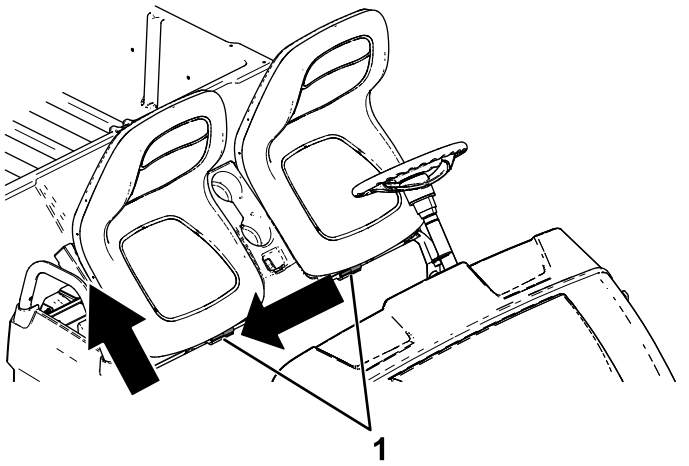

Figure 2
2. Faites coulisser l'ensemble sièges sur le côté pour le dégager des goupilles, et soulevez-le (Figure 2).